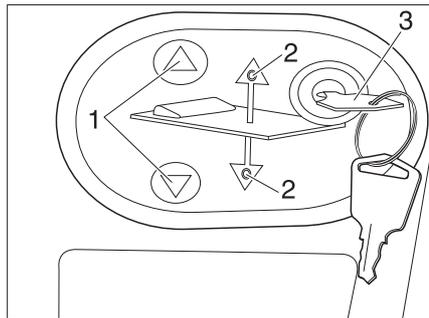

Bild 136 Bedienpanel für elektrisches Hubbett
- Schlüssel (Bild 136,3) in das Bedienpanel stecken.
- Auf Taste  oder  (Bild 136,1) drücken und gedrückt halten. Die jeweilige LED (Bild 136,2) leuchtet und das Hubbett senkt oder hebt sich.
- Wenn die gewünschte Position erreicht ist, Taste  oder  (Bild 136,1) wieder loslassen. Die jeweilige LED (Bild 136,2) erlischt.
- Schlüssel (Bild 136,3) abziehen.